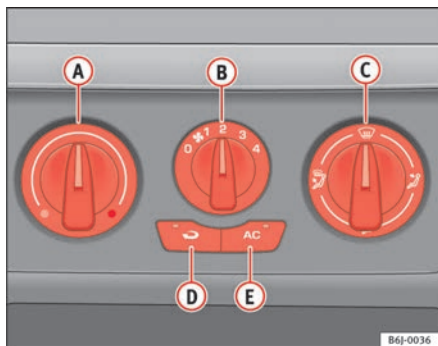

Abb. 85 In der Instrumententafel: Bedienelemente der Heizung
- Mit den Reglern ⇒ Abb. 85 **A** und **C** und mit dem Schalter **B** stellen Sie die Temperatur, die Luftverteilung und die Gebläsestufen ein.